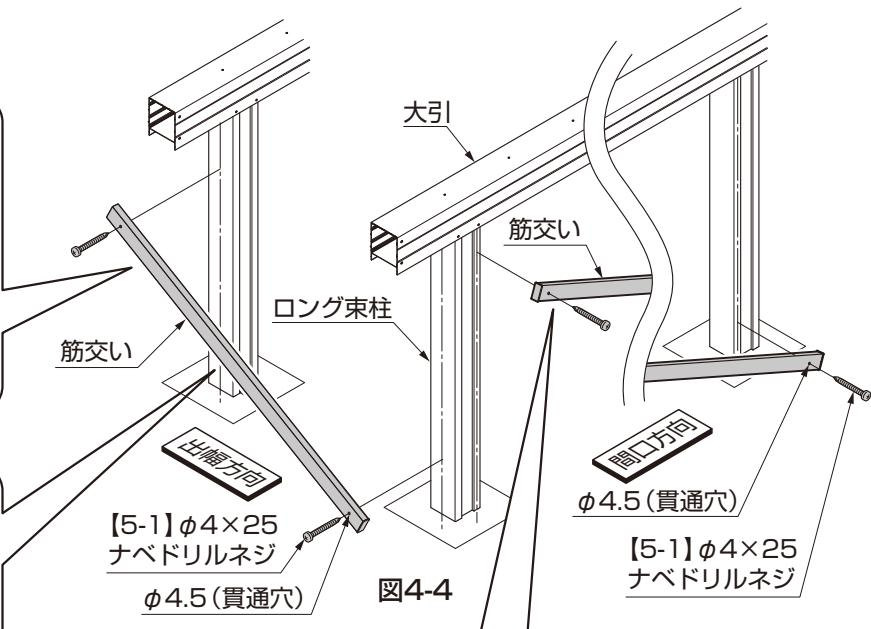

図4-4
③筋交いにφ4.5の穴をあけてください。(図4-4参照)
④ロング束柱に筋交いを、【5-1】で固定してください。(図4-4参照)